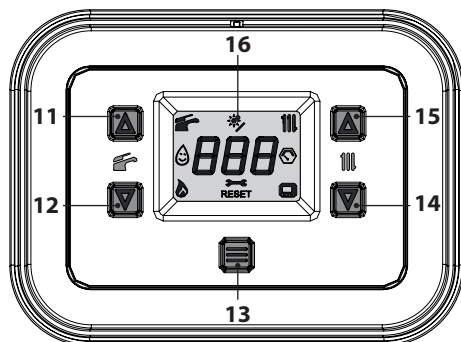
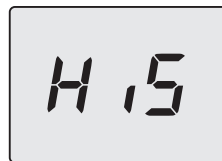
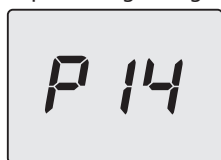
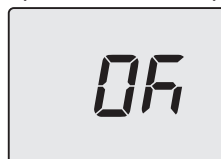

Figura 5.61
Figura 5.62
Figura 5.65
Figura 5.67
- Entrare in "modalità programmazione" premendo contemporaneamente per 5 secondi i tasti 12 e 14 (Figura 5.61) fino a far apparire sul display LCD le lettere **HIS** che indicano il menu "Storico delle caldaia" (Figura 5.62).
- Premere per 1 sec. il tasto 13 (Figura 5.61) per entrare nel parametro selezionato. Il display visualizzerà quanto segue (Figura 5.65).
- Premendo il tasto 13 (Figura 5.61) si ottiene la conferma del valore inserito. Il display visualizzerà per 5 sec. quanto segue (Figura 5.67) poi, si porterà al livello superiore.
- Premendo contemporaneamente i tasti 12 e 14 (Figura 5.61) si esce senza modificare il valore (ritorno al livello precedente).
- tenere premuti contemporaneamente i tasti 12 e 14 per 5 sec. (Figura 5.61) (ritorno al livello precedente).